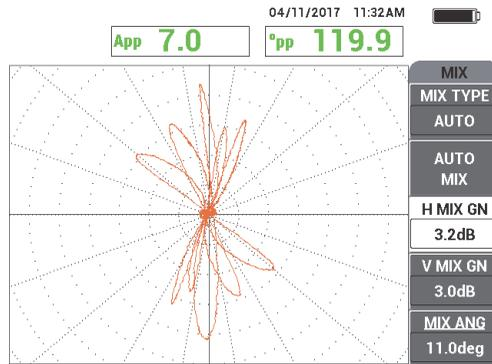

Figura 5-177 Resultado del escaneo del tubo después de desplazar la arandela de soporte (combinación)
3. Escanee el tubo para hallar los defectos (vea la Figura 5-177 en la página 274).